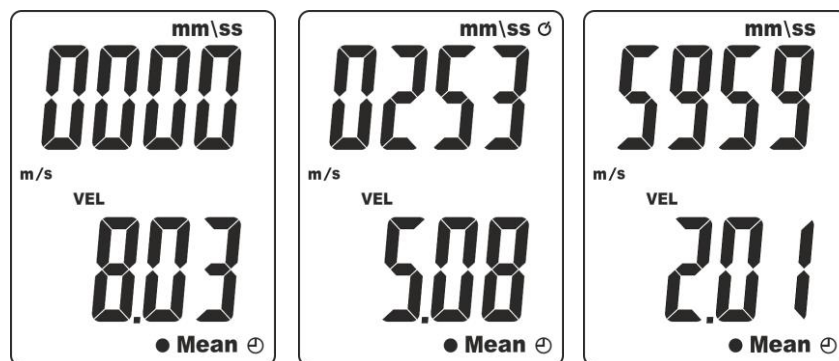

Fig. 9: Valeur moyenne de la vitesse calculée dans le temps
5. Presser longuement (>2s) la touche **MEAN**. Les symboles "Mean" et "⌚" et la vitesse de l'air sont respectivement affichés dans la partie basse de l'écran et sur l'écran secondaire tandis que les symboles "0000" et "mm/ss" (Temporisateur exprimé en minutes/secondes) sont affichés dans l'écran principal (voir Fig. 9 – partie gauche)
6. Appuyer sur la touche **ENT** pour activer le temps de mesure (Echelle: **1s ÷ 59min, 59sec**) indiqué sur l'écran principal tandis que la vitesse de l'air est toujours en exécution (voir Fig. 9 – partie centrale renvoyant à un temps de mesure de 2min et 53s)
8. Appuyer sur la touche **MEAN** pour terminer la mesure. Les symboles "Mean" et "⌚" clignotent à l'écran et la valeur de la moyenne arithmétique calculé sur la durée mesurée sur les valeurs enregistrées avec un intervalle d'échantillonnage fixe de 1s est affichée sur l'écran secondaire (voir Fig. 9 – partie droite)
9. Pour mesurer le temps de plus de **20 minutes** (voir Fig. 9 – partie droite), il est nécessaire de désactiver l'arrêt automatique de l'instrument (voir § 4.4)